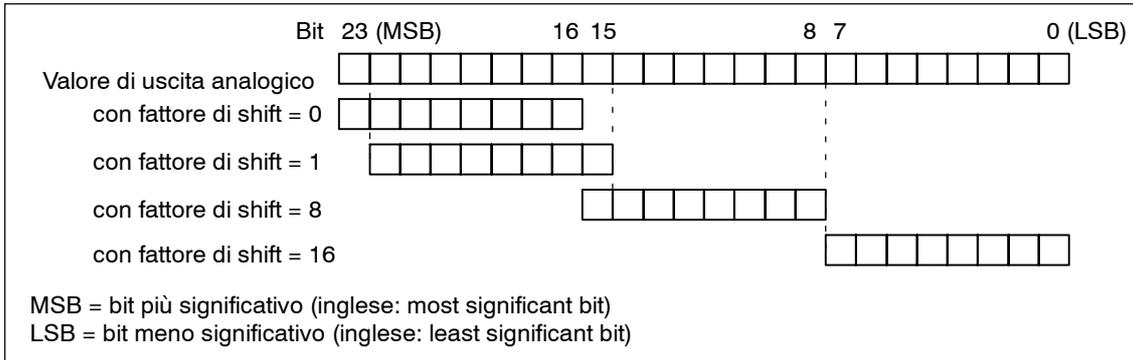

Fig. 7-8 Fattore di shift per l'uscita analogica dei segnali a 24 bit
- Fattore di shift (vedere le figure 7-8 e 7-9)